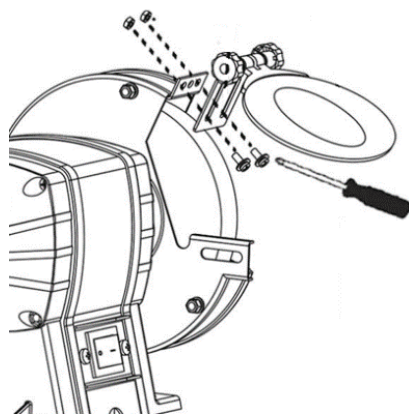

Fig. 2
- Alignez le pare-étincelles (7) comme illustré sur la Fig. 2.
- Fixez le support sur le protège-meule (6) avec les vis et écrous fournis.
- L'écart entre la meule (8) et le support de protection contre les étincelles ne doit pas dépasser 2 mm.